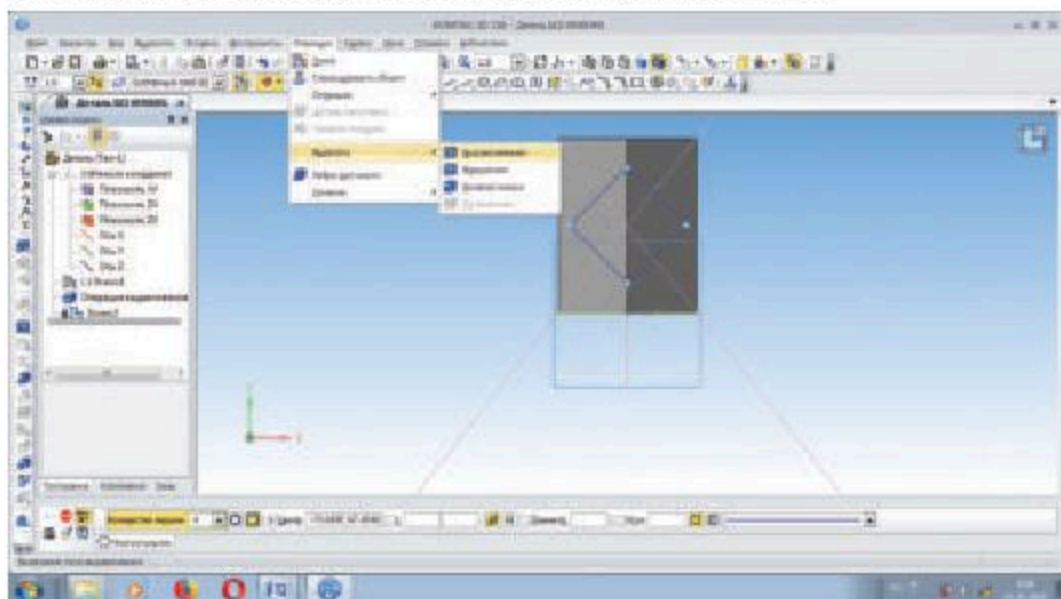

Рис. 17.9
7. Теперь, если вызвать команду операции падающего меню операции, три вида операций будут активны. Вызвав из них команду выдавливание (рис. 17.9), введем в качестве параметра расстояние на Панели свойств величину, превышающую ширину призмы. Тогда получится изображение, показанное на рисунке 17.10.